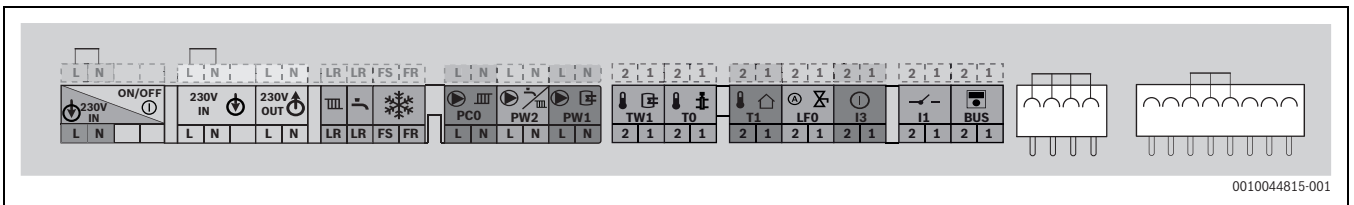

Bild 60 Klemmleiste für externes Zubehör
- Für Spritzwasserschutz (IP): Zugentlastung entsprechend dem Durchmesser des Kabels abschneiden.
- Kabel an der Klemmleiste für externes Zubehör (→ Bild 60) anschließen.